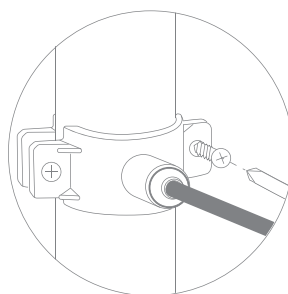

Рис. 8
5. Прочно закрепите хомут на дренажной линии с помощью винтов (рис. 8). Винты крепления необходимо затягивать равномерно (без перекоса), чтобы обе части хомута располагались параллельно.